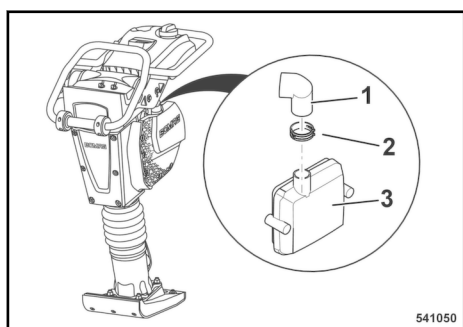

Fig. 58
Colocar a mangueira de passagem de ar (1) ↗ Fig. 58 na carcaça do filtro do ar (3) e fixar a braçadeira (2).